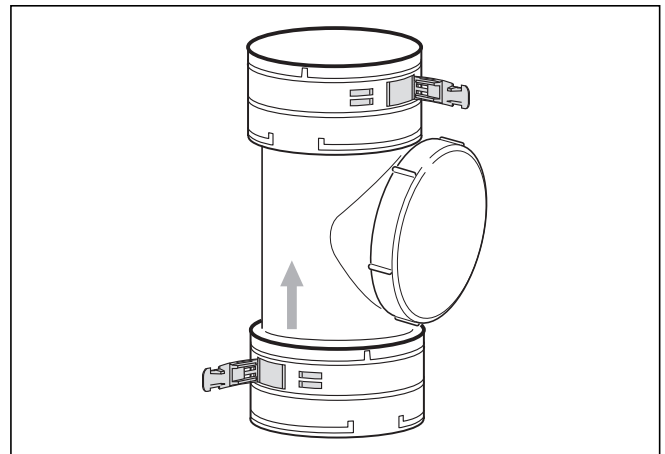
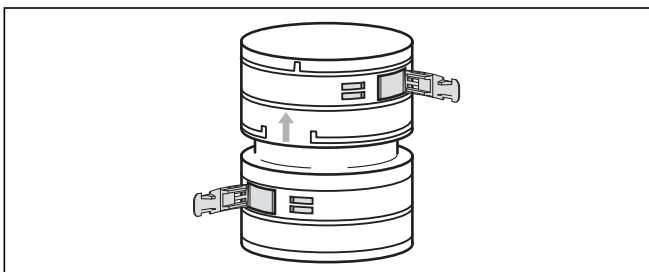

Abb. 6.66 Reinigungselement (Art.-Nr. 303 517)
Abb. 6.65 Verbindungselement (Art.-Nr. 303 518)
- Montieren Sie bei Bedarf zuerst Verbindungs- und Reinigungselemente (siehe Abb. 6.65 und 6.66).
Anstatt die Gesamtlänge der flexiblen Abgasleitung mit einem einzigen Stück zu überwinden, können Sie mehrere Teilstücke einsetzen und diese mit Verbindungselementen (Art.-Nr. 303 518, Abb. 6.65) oder einem Reinigungselement (Art.-Nr. 303 517, Abb. 6.66) verbinden.